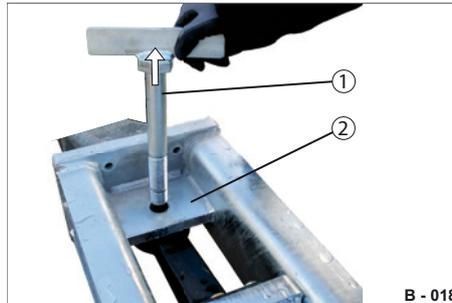

Abb. 17 Befestigungsschraube entfernen
- ▶ Ziehen Sie die Befestigungsschraube (Abb. 17/1) heraus.